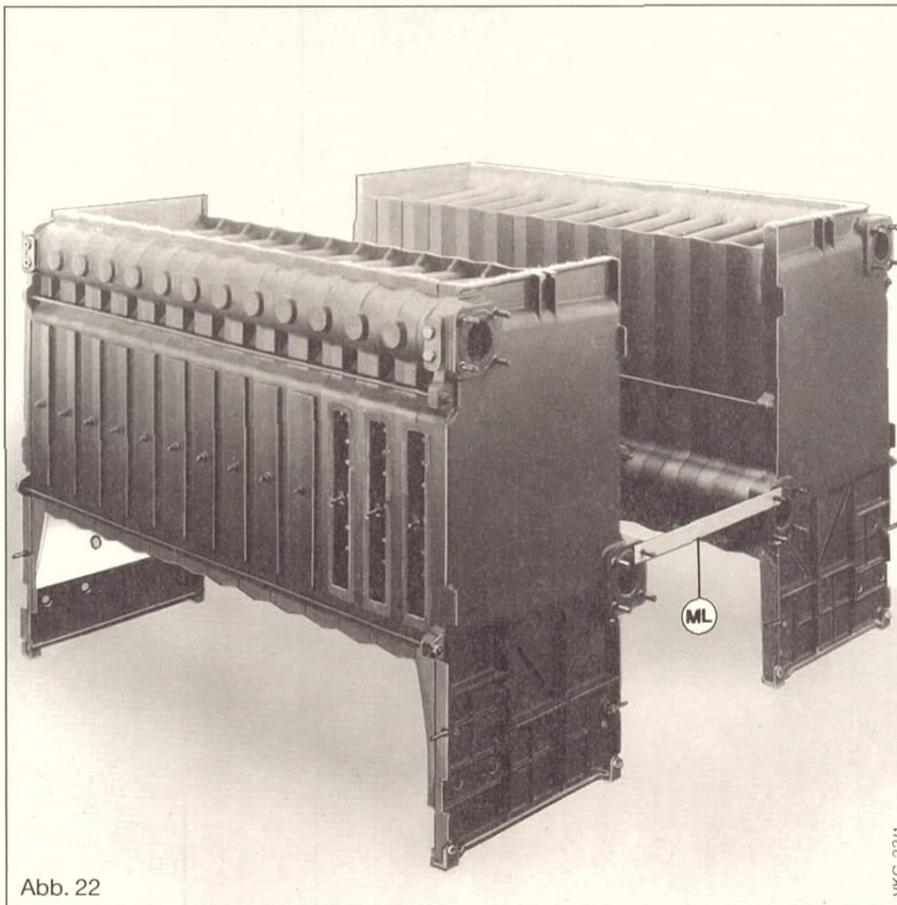

Abb. 22
Die Montage der Kesselblöcke erfolgt entsprechend der Beschreibung Kap. 5.1 auf Seite 7. Nach Montage beider Blöcke sind diese mittels der mitgelieferten Maßlaschen (ML), Abb. 22, auszurichten.